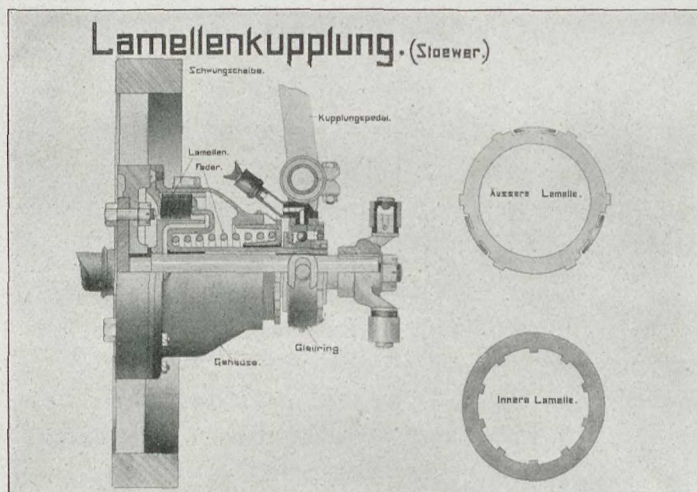

Abb. 78. Stoewer, Lamellenkupplung.
c. Lamellenkupplung (Abb. 78).